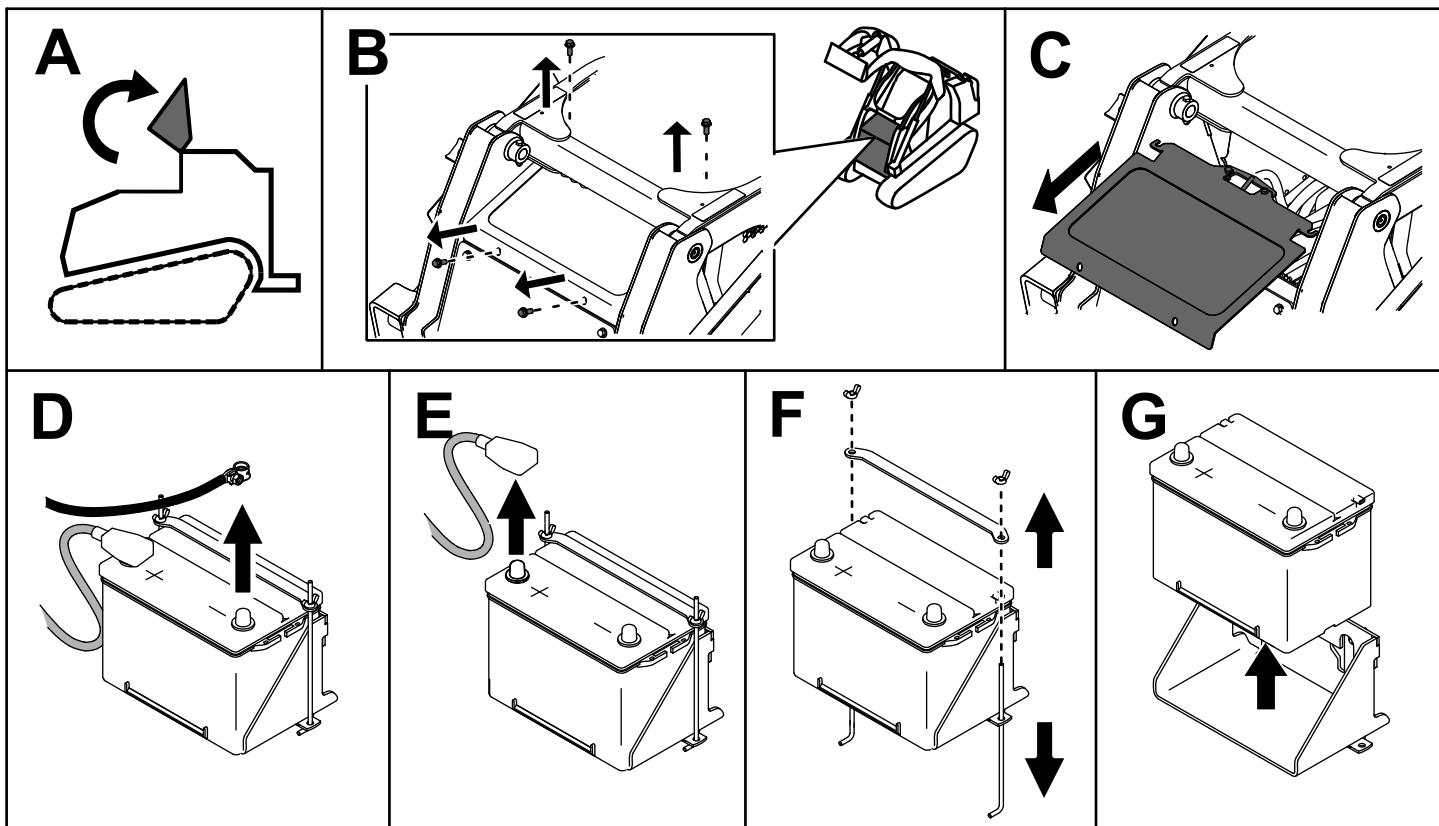

Bild 49
3. Nehmen Sie die Batterie heraus, wie in Bild 49 abgebildet.